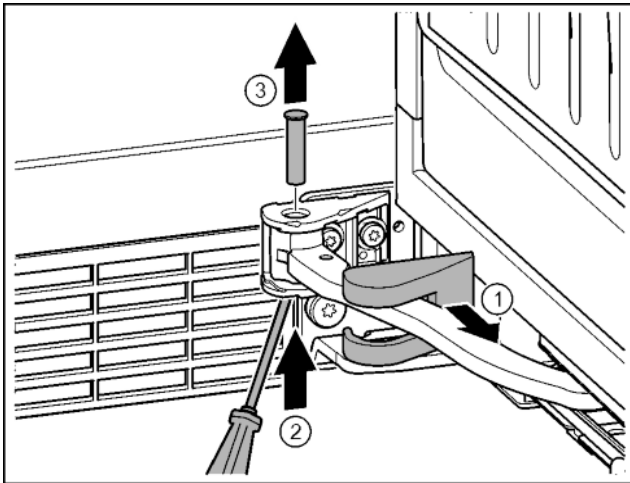

Fig. 14
- Lagerbockabdeckung abziehen und entlang des Gelenks verschieben. Fig. 14 (1)
- Bolzen mit Finger oder Schraubendreher von unten anheben. Fig. 14 (2)
- Mit Schraubendreher unter den Bolzenkopf fahren und herausziehen. Fig. 14 (3)